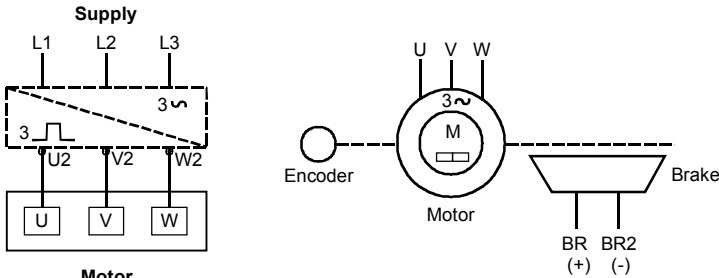
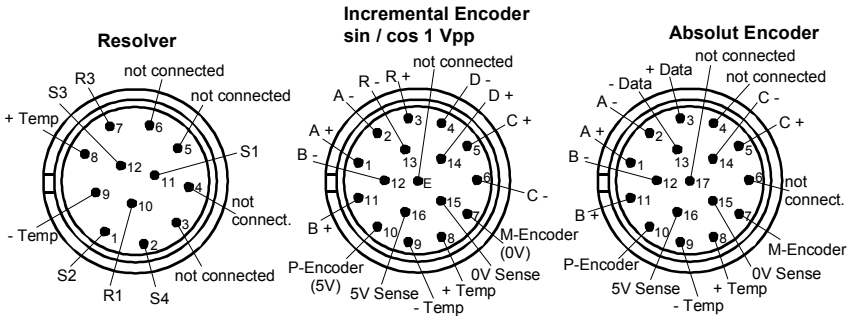

Fig. 6 Schaltbild
Fig. 9 Signalanschluss (Ansicht auf Steckerpins)
- Daten des Typenschildes (Kap. 3.1) und Angaben der Schaltbilder (Fig. 6 bis Fig. 9) beachten.
- Steckerbelegung nach Fig. 9 ausführen.